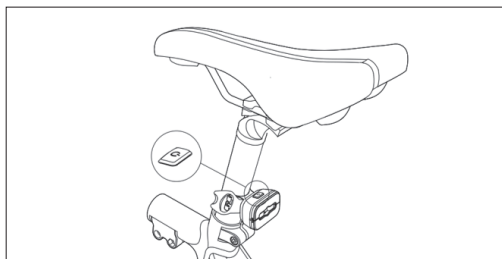

Figure 9-2
- b. Monter le feu arrière sur le tube de selle, comme indiqué à la **figure 9-2**.